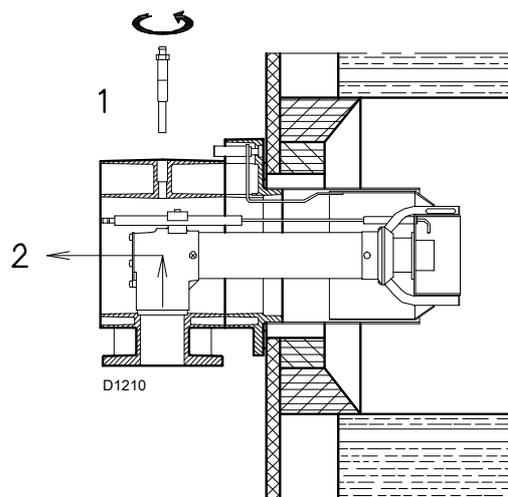

Fig. 12
- enlever la vis 1)(Fig. 12);
- d'extraire la partie interne 2)(Fig. 12) de la tête et de procéder à leur réglage.
À ce point de l'installation, la tête de combustion est fixée à la chaudière comme illustré dans la Fig. 12. Il est donc facile de la régler, le réglage dépend uniquement de la puissance maximale du brûleur.